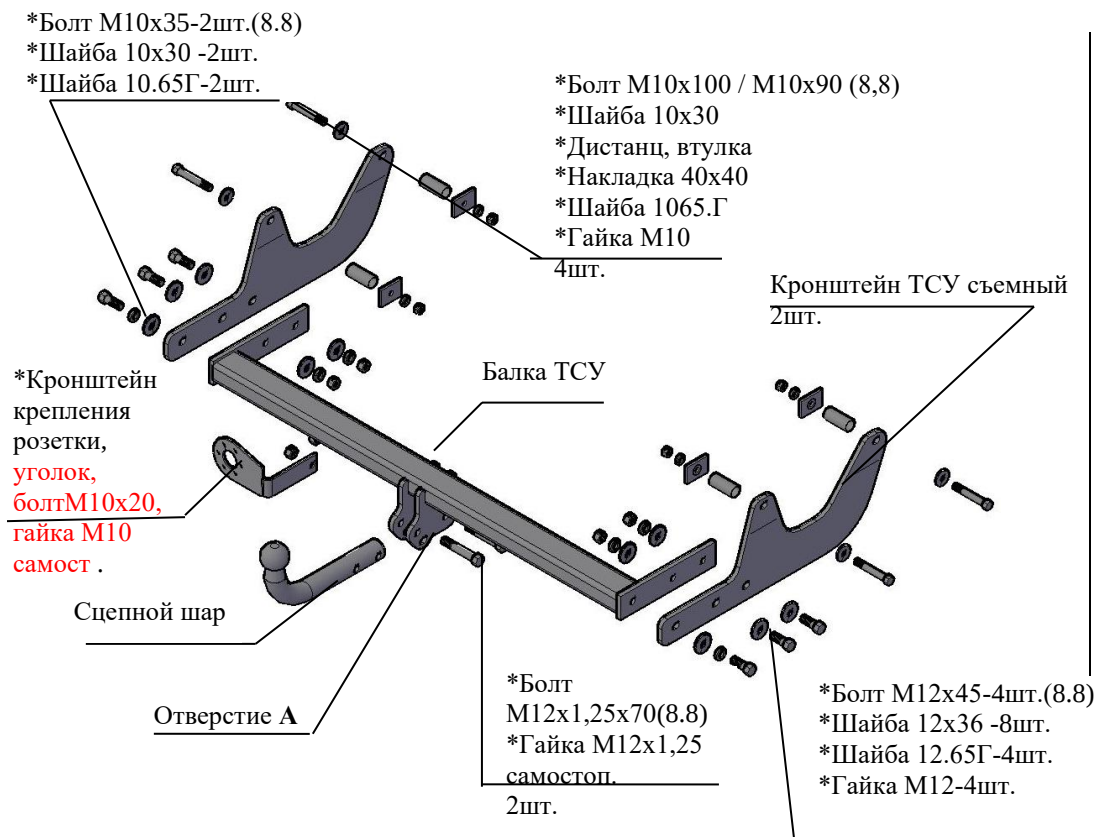

Рис.1 Тягово-цепное устройство 2011.
2.1 ТСУ 2011.С в сборе (рис.1)	1 шт.
2.2 Пакет с комплектующими (см. рис.1)+ защитный колпак	1 шт.
4.2 Закрепить съемные кронштейны ТСУ к наружным полкам лонжеронов а/м болтами М10х100 (для Лада Ларгус Кросс – болтами М10х90), соблюдая положение болтов в соответствии с рис.1, внутрь лонжеронов установить дистанционные втулки, шайбы 10х30 установить под головки болтов, под гайки подложить накладки 40х40 и шайбы 10.65Г. Крепеж не затягивать.